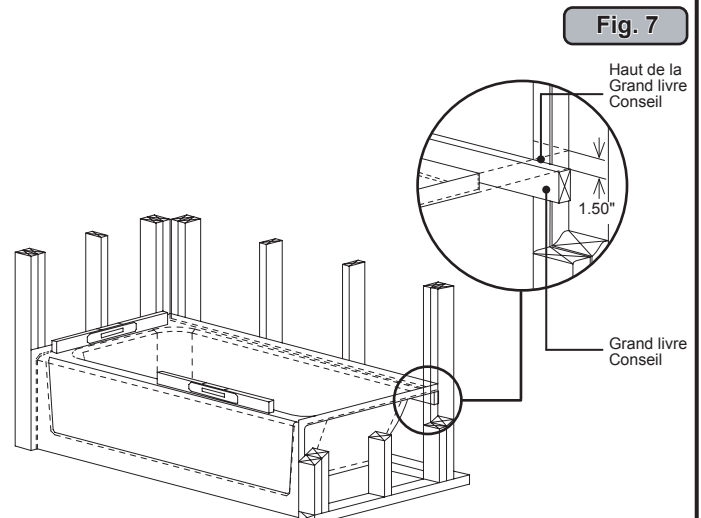

Fig. 7
1. Placer la baignoire dans la cabine avec la jupe avant fermement sur le plancher. La baignoire doit être réglé niveau. Pour le vérifier, utiliser un niveau au-dessus des rebords sur les deux extrémités de la baignoire et au-dessus du barrage (Figure 7).
2. Après une stabilisation baignoire, marque chaque plot (béton ou mur en blocs) immédiatement au-dessus du dos aile horizontale. Retirer du bain alcôve. Mesurer la distance entre le haut de la Retour aile horizontale et le bas de la baignoire rebord d'environ 1 1/2 "(40mm). Marquez soigneusement cette dimension à l'arrière plots (ou mur), ci-dessous la première marque (Figure 7 encadré).
3. Installez une bande de Ledger: le jacuzzi mandats utilisation de supports sous les saillies arrière de baignoires pour éviter tout déplacement. Utilisez horizontale lambourde le long du rebord arrière complet ou « l », "T" soutien dans au moins deux endroits à la verticale position. Ongles de 1 "x 3" x 60 "(25mm x 75mm x 1525mm lambourde) immédiatement au-dessus de la des notes inférieures fait sur le cadrage (Figure 7 - encadré).